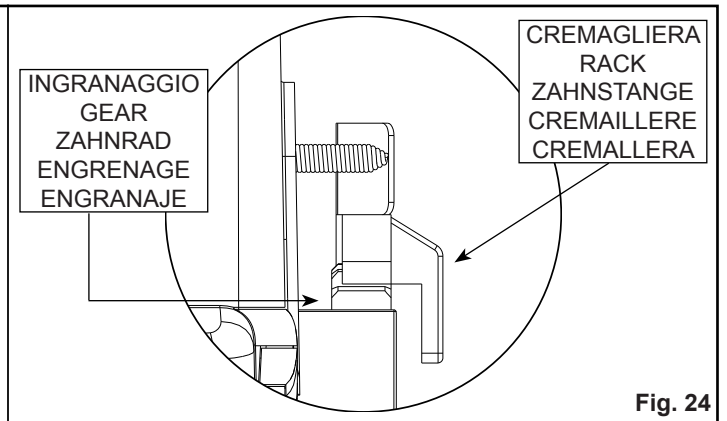
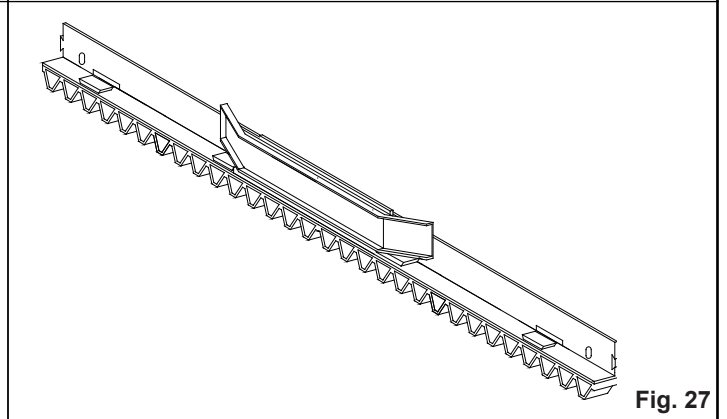

Fig. 24
Fig. 27
**BITTE BEMERKEN:** die Zahnstange muss in der gesamten Breite ihres Zahns im Getriebe des Motors gleiten (Abb. 24). Zur Verfügung stehen zwei Zahnstangentypen: die serienmäßige Monoblock-Zahnstange und die zusammenbaubare Zahnstange mit Teilen von jeweils 50 cm Länge, Abb. 27.